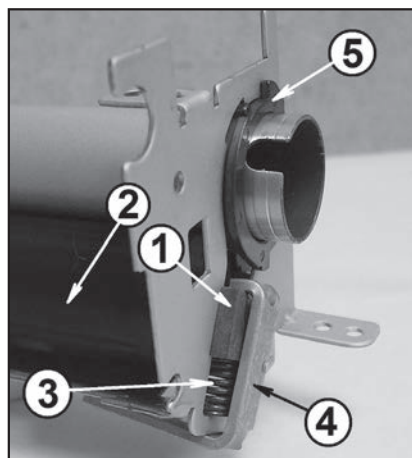
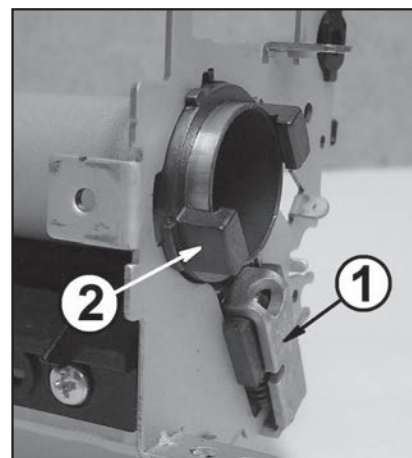

Рис. 21
Рис. 22
рис. 21) в сборе с прижимным валом (2) в направлении от термовала, преодолевая при этом усилие пружины бушинга (3) на величину, необходимую для установки скобы (4). Короткую сторону скобы располагают на бушинге, длинную — на основании узла термозакрепления. Аналогично устанавливают скобу (1 на рис. 22) на бушинг прижимного вала с противоположной стороны.
17. Запоминают расположение левого (2 на рис. 22) и правого (5 на рис. 21) подшипников (бушингов) термовала в посадочных отверстиях на основании узла термозакрепления. Располагают узел правым бушингом термовала к себе (рис. 21). Поворачивают правый бушинг против часовой стрелки до совмещения профи-